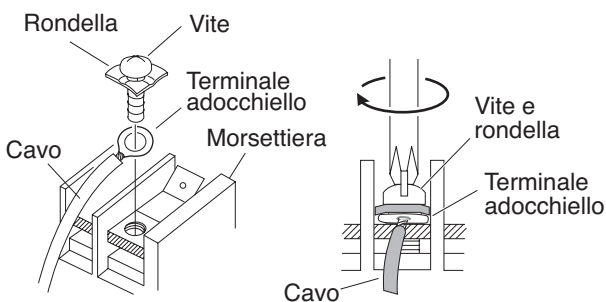

Fig. 30
- Posizionare il terminale sulla morsetteria e fissarlo con la vite rimossa, usando un cacciavite. (Fig. 30)